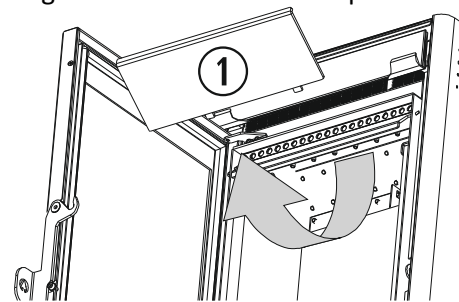

Figura 20
Nei modelli *Creta* (figura 20), e *Moon II*, si deve realizzare un'operazione di pulizia totale dello scambiatore di calore (②), quest'operazione dovrà essere eseguita settimanalmente. Spingere verso l'alto la placca superiore del focolare (①), fino a disinnestare i pannelli che la fissano alla placca centrale e tirarla. Al termine, collochiamo di nuovo la placca superiore assicurandoci che i piedini rimangano correttamente incorporati.
① Placca superiore del focolare.
② Scambiatore di calore.